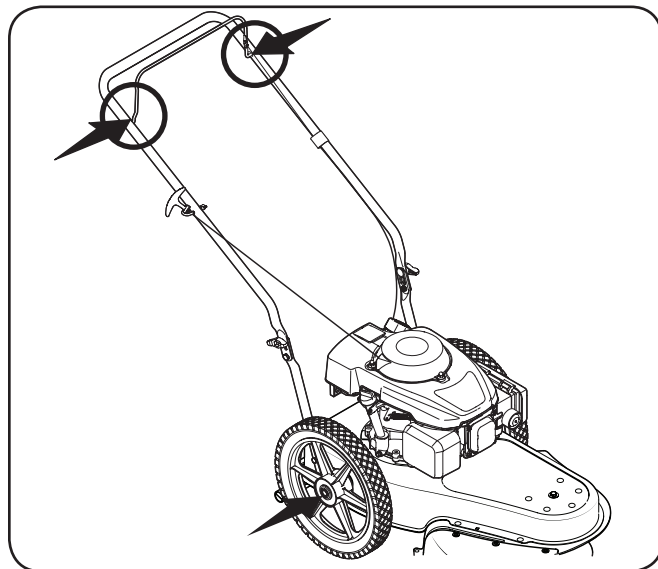

Figura 6-1
1. Lubrique con aceite ligero los puntos de pivote de la palanca de control al menos una vez por temporada. El control debe funcionar libremente en ambas direcciones. Consulte la Figura 6-1.
2. Lubrique las ruedas con aceite ligero o aceite para motor al menos una vez por temporada. Si las ruedas se quitan por cualquier motivo, debe lubricar con aceite ligero la superficie del perno del eje y de la cara interna de la rueda. Consulte la Figura 6-1.